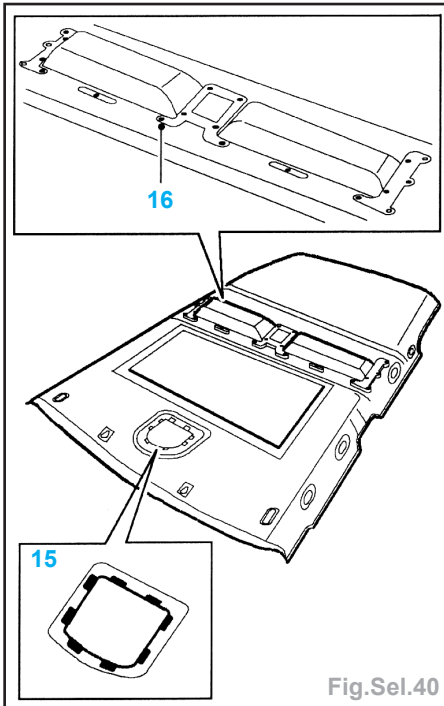

Fig.Sel.40
- Dégager les 8 languettes (15) maintenant le support du plafonnier AV et déposer le support (Fig.Sel.40).
- Déposer les 14 écrous (16) des poches de rangement, récupérer les plaques d'appui et déposer les poches de rangement.